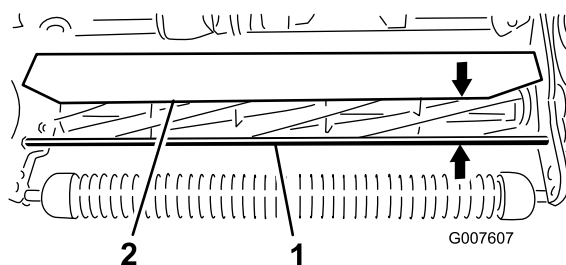

Рисунок 53
1. Измерьте расстояние от верха переднего несущего стержня до переднего края щитка на каждой стороне режущего блока (Рисунок 53).